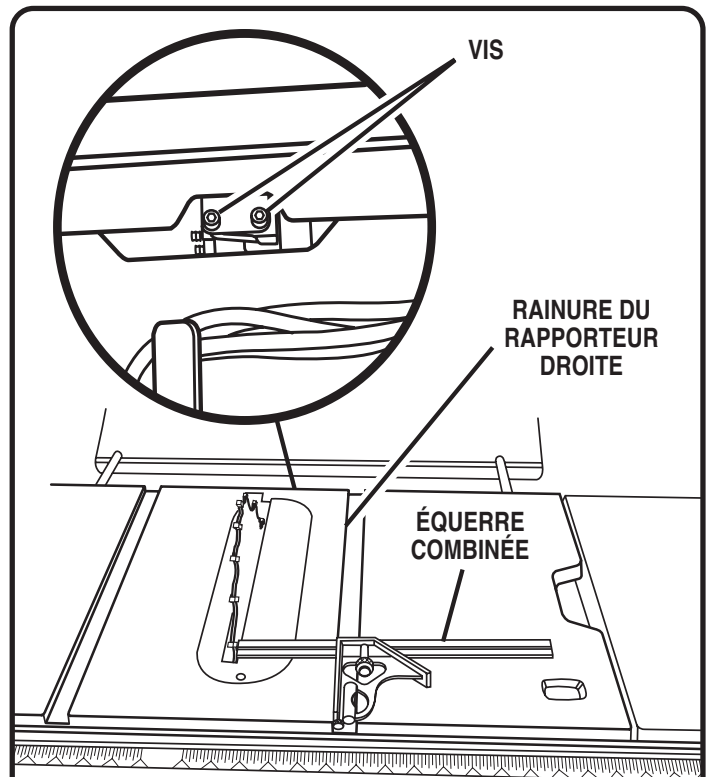

Fig. 28
Voir les figures 28 - 30.
- Tracer un repère sur l'une des dents de l'avant de la lame. Placer une équerre contre la rainure du rapporteur d'onglet, comme illustré à la figure 28. Mesurer la distance entre l'équerre et la rainure de droite.